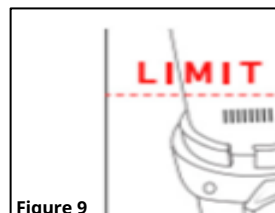

Figure 9
1. Ouvrez le levier de dégagement rapide de la tige de selle (Fig. 9). Appliquez une petite quantité de graisse sur la tige de selle. Insérez-le dans le tube de selle jusqu'à ce que la ligne d'insertion minimale ne soit plus visible.